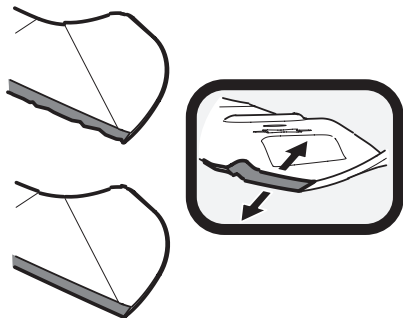

Figure 36
1. Pour aiguiser correctement les lames de coupe, aiguisiez les deux tranchants des lames de façon égale, parallèlement à la voile, à un angle de 25° à 30°. Aiguisiez toujours chaque lame de coupe de façon égale pour assurer l'équilibre des lames. Voir Figure 36.